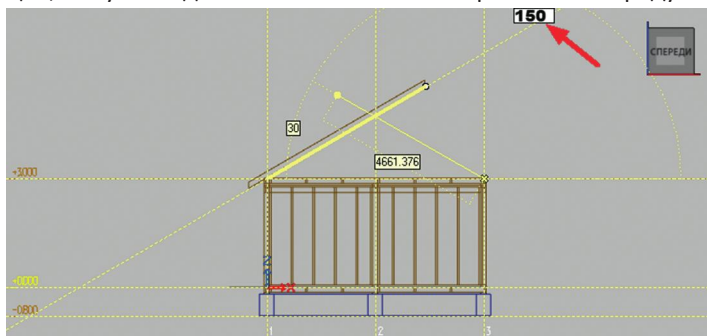

рис. 66
5. Выберите левым кликом **Стену 3** и проделайте всё, что написано в п.п. 3-4, с той разницей, что угол задайте в смежном окошке равный **150** градусов (рис. 66).